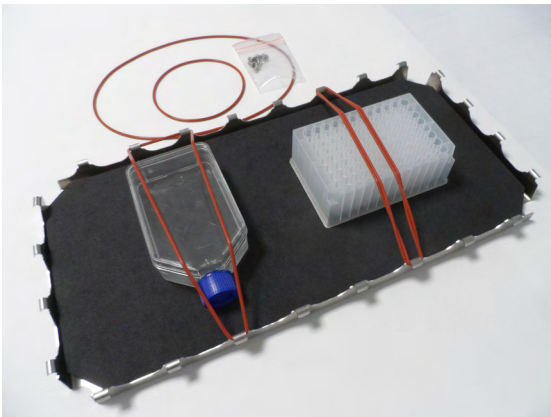

Figure 94 : Plateau utilitaire avec flacons installés et joints toriques
1. Placer le plateau utilitaire ② sur la plate-forme.
3. Attacher le plateau utilitaire ② à l'aide des vis ③ fournies avec le plateau.
4. Placer le tapis en caoutchouc ① dans le plateau ②.
5. Placer les flacons sur le plateau et les fixer avec les joints toriques ④ fournis, comme représenté sur la Figure 94.